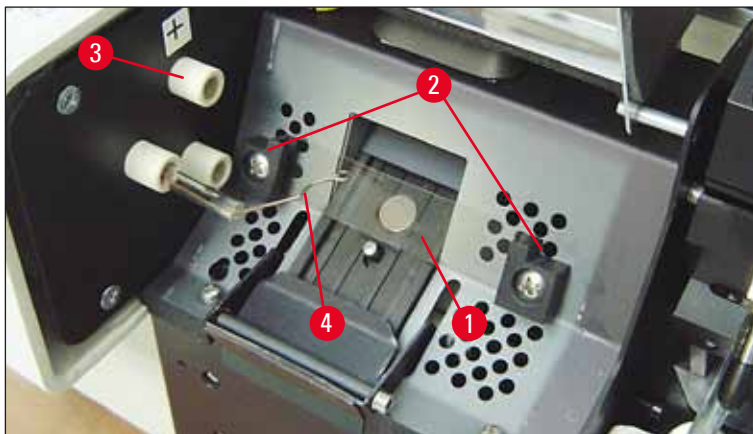

Fig. 20
5. Kontrollér, at kontaktfjederen (→ "Fig. 19-2") er fjernet fra lampens ladetråd (→ "Fig. 20-4"). (Se også (→ "Fig. 20") og (→ "Fig. 21-1")).